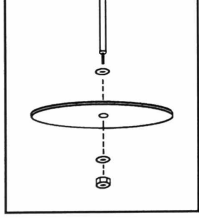

Figura 1
- Para acceder a la bombilla, quita el disco de color del poste arrojando y sacando la tuerca, arandela superior, disco y arandela inferior (Figura 1).